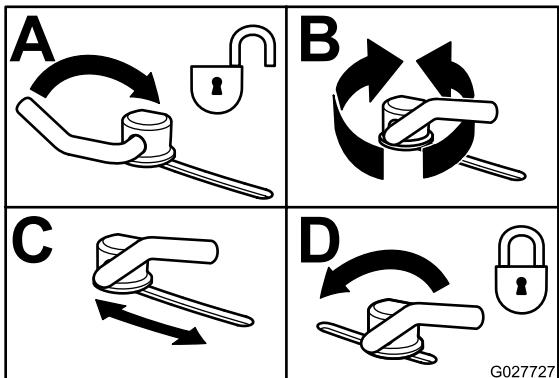

Figura 33
- Para ajustar los bloques de leva, levante la palanca para aflojar el bloqueo de leva (Figura 33).
- Devuelva la palanca a su posición original para apretar el deflector y los bloques de leva (Figura 33).